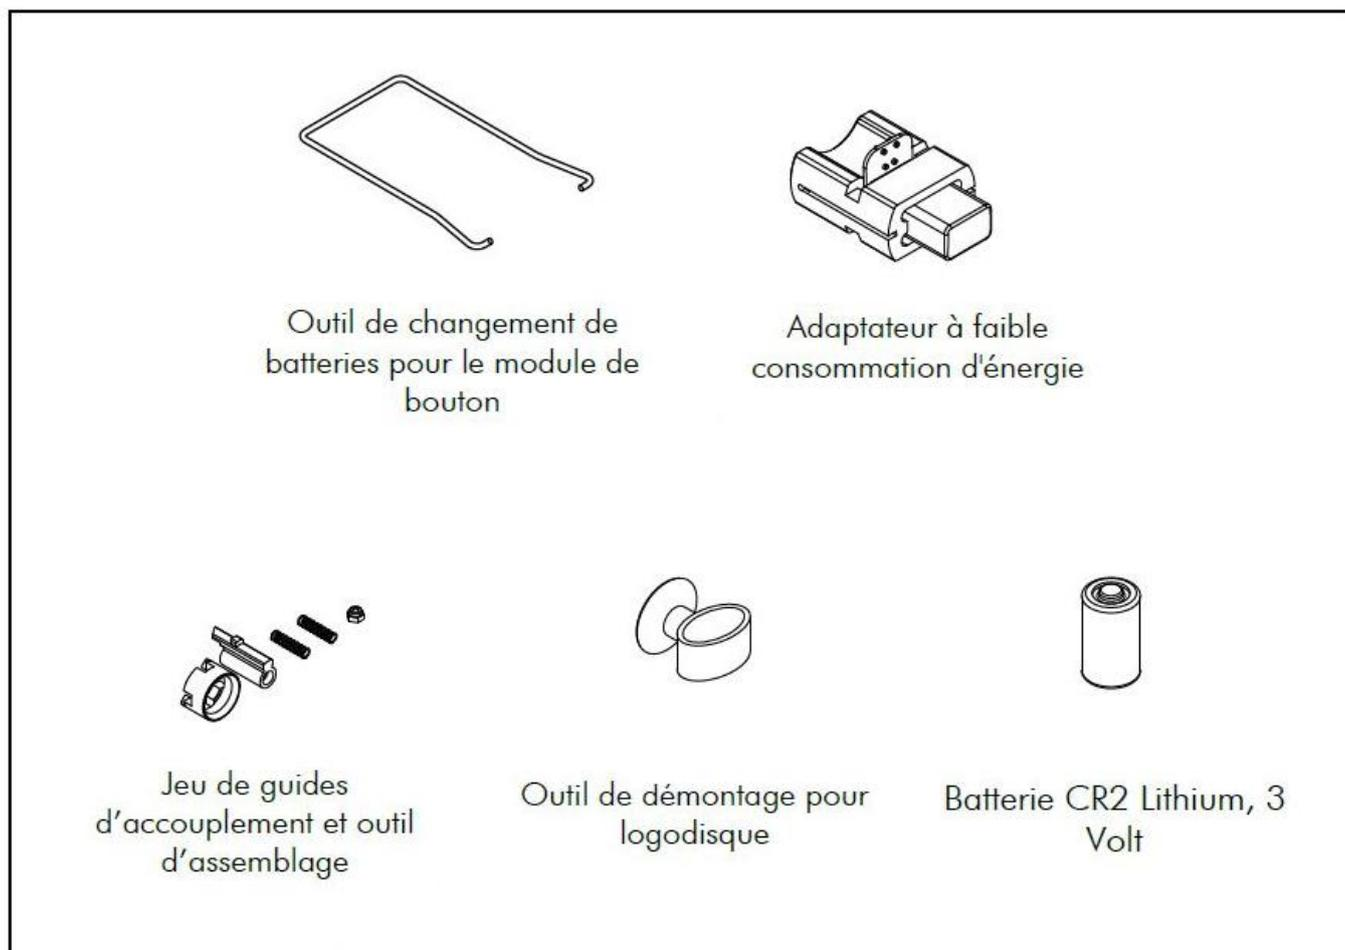

Figure 2. Accessoires et pièces de rechange
La figure 2 montre les accessoires et pièces de rechange allant avec les cylindres. Attention, ces accessoires ne sont pas inclus avec les cylindres.
2. Si nécessaire, il faudra peut-être que vous tourniez le bouton jusqu'à ce que le voyant DEL s'allume (fig. 2).*